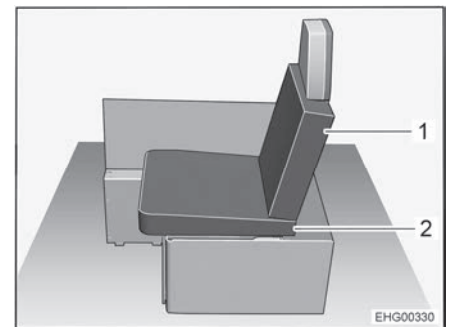

Bild 25 Efter ombyggnad
- Placera en av sittdynorna från den vänstra längsgående sittbänken som sittdyna (Bild 25,2) på sittbänken. Notera kilformen på sittdynan: Sittdynan måste slutta något mot ryggstödet (se Bild 25).
- Fäst en av de medföljande extra dynorna som ryggkudde (Bild 25,1) på ryggstödet på den hopfällbara stolen.